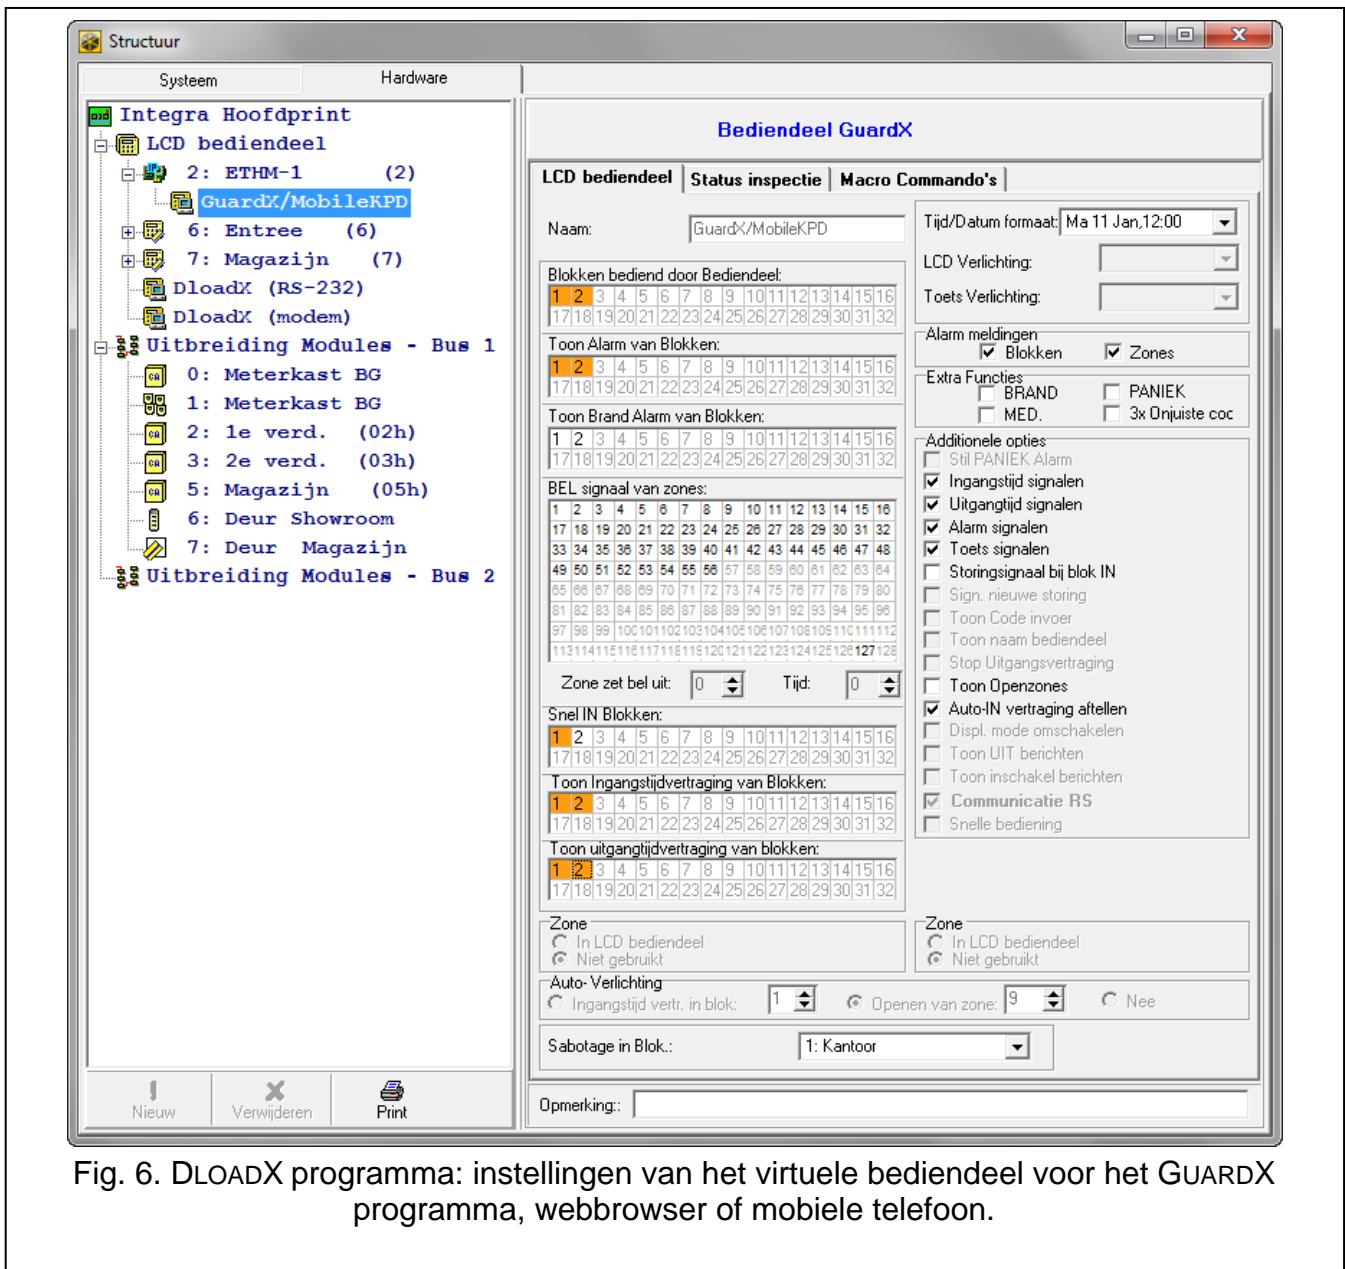

Fig. 6. DLOADX programma: instellingen van het virtuele bediendeel voor het GUARDX programma, webbrowser of mobiele telefoon.
- DLOADX programma: door te klikken op het "GUARDX/MobileKPD" item (→"Structuur" scherm →"Hardware" tabblad →"LCD Bediendeel" →"GUARDX/MobileKPD" – zie Fig. 6).